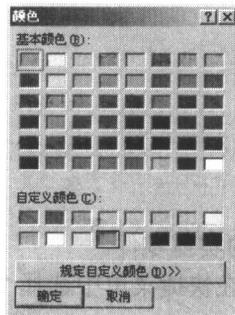

图 1-3 “颜色”对话框
(3) 在“系统颜色”选项框中选择“视区背景”，同时取消对“使用渐变背景”复选框的选择，单击“编辑”按钮，弹出如图 1-3 所示的“颜色”对话框，在“基本颜色”或“自定义颜色”颜色框中为图形区域选择一个背景颜色，如单一的白色，单击“确定”按钮，图